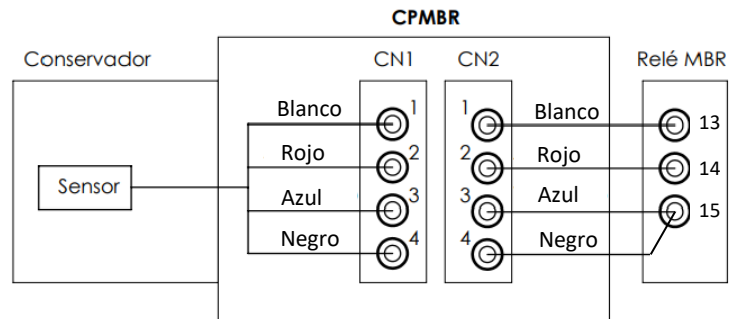

Figura 24 - Diagrama de conexión
5. Pele aproximadamente 4 mm de cada una de las 4 rutas de cable. Luego, realice las conexiones eléctricas siguiendo el diagrama que se muestra en la Figura 24. Los terminales de conexión son de resorte, es decir, simplemente inserte la parte conductora en sus terminales. Por lo tanto, el uso de terminales tipo aguja es opcional;